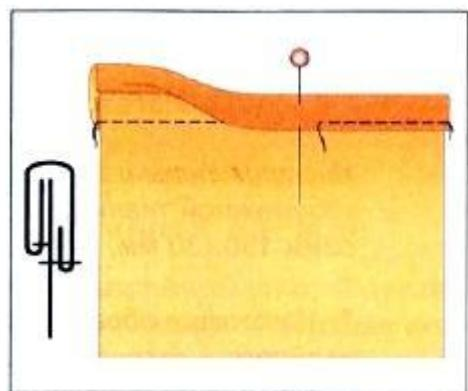

Рис. 50. Притачивание бейки на швейной машины
3. Пришить вручную потайными стежками или проложить машинную строчку с лицевой (если полностью совпадали) или в край, т. е. на 1-2 мм прихватывая бейку (рис. 50).